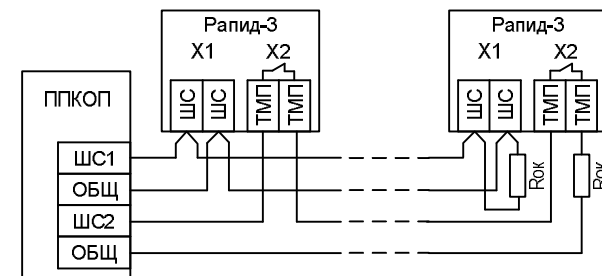

Рис.2 Схема подключения извещателей к ППКОП
• Подключение извещателя к прибору приемно-контрольному охранно-пожарному (ППКОП) осуществляется по двухпроводной схеме (см. рис.2). Для работы извещателя не требуется источника напряжения 12 В и соответствующей линии питания.
При помощи отвертки с плоским шлицем удалите пластиковые заглушки на основании извещателя в месте крепления ответной части кронштейна, а так же выломайте специально перфорированные отверстия, которые будут использованы для прокладки проводов – см. рис.1а. Закрепите на основании извещателя ответную часть кронштейна, установите плату в основание. Подключите провода в соответствии со схемой подключения (рис.2), предварительно продев их в отверстия. Полярность подключения ШС и ТАМ может быть любой. Закройте крышку извещателя и закрепите ее винтом внизу.
При монтаже последнего в шлейфе извещателя, к контактам ШС и ТМП подключите оконечные резисторы Рок (рис.2).